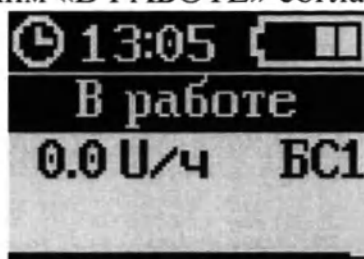

Рисунок 70 – Экран статуса «В РАБОТЕ»
10. Перевести помпу в режим «В РАБОТЕ» согласно п.1.4 (рисунок 70).